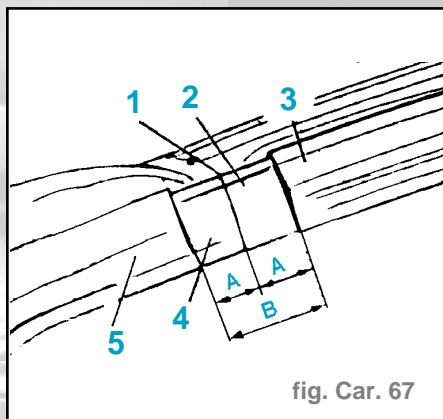

fig. Car. 67
- On obtient ainsi sur le véhicule, lorsque la pièce de rechange est mise en place, une fenêtre de **100 mm** de longueur (côte B), ce qui permet de souder sans problème le renfort d'auvent (2) (fig. Car. 67).